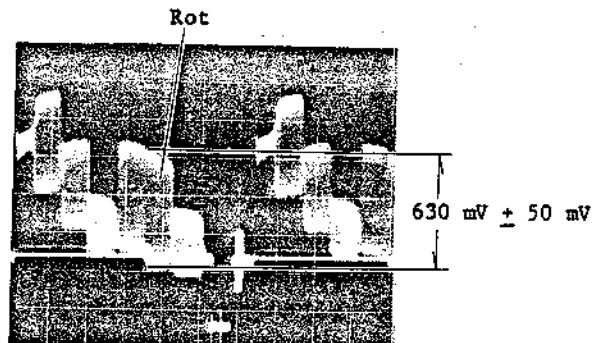

Abb. 4-15 Chromasignalpegel
(11) Chromasignalpegel (Abb. 4-15, 4-16, 4-52)
Abgleich mit Oszilloskop (Abb. 4-15)
4. Den CHROMA GAIN Regler (RM1101-2) so abgleichen, daß der Rotsignalpegel der Wellenform  $630 \text{ mV} \pm 50 \text{ mV}$  beträgt (siehe Abb. 4-15).